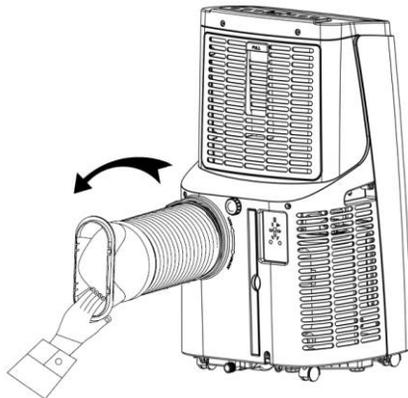

FIGURA 1
- Inserire il gruppo del tubo di calore (l'estremità del giunto di scarico) nella fessura di sfogo del pannello posteriore (spingere verso sinistra) e completare l'assemblaggio (come mostrato nella figura 1).